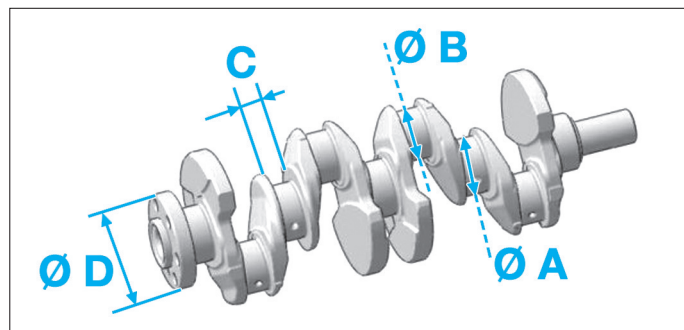

Fig. 10
Diamètre des tourillons (A) (mm) (Fig.10) :
- Diamètre des manetons (B) (mm) :